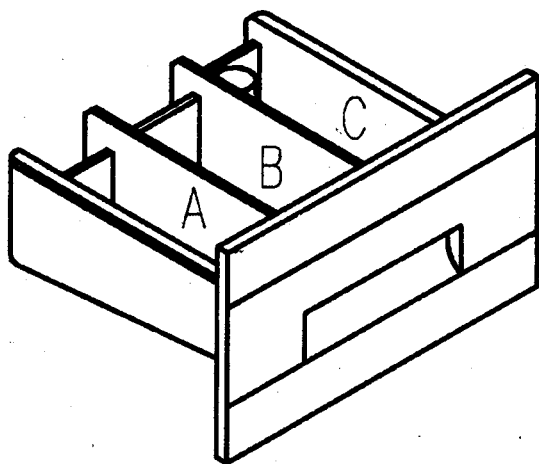

Рис. 5. Бункер дозатора
5.4.5. Введите в бункер дозатора (рис. 5) необходимое количество стирального порошка и, при необходимости, одно из средств для специальной обработки белья (подсинивания, ароматизации или антистатической обработки):